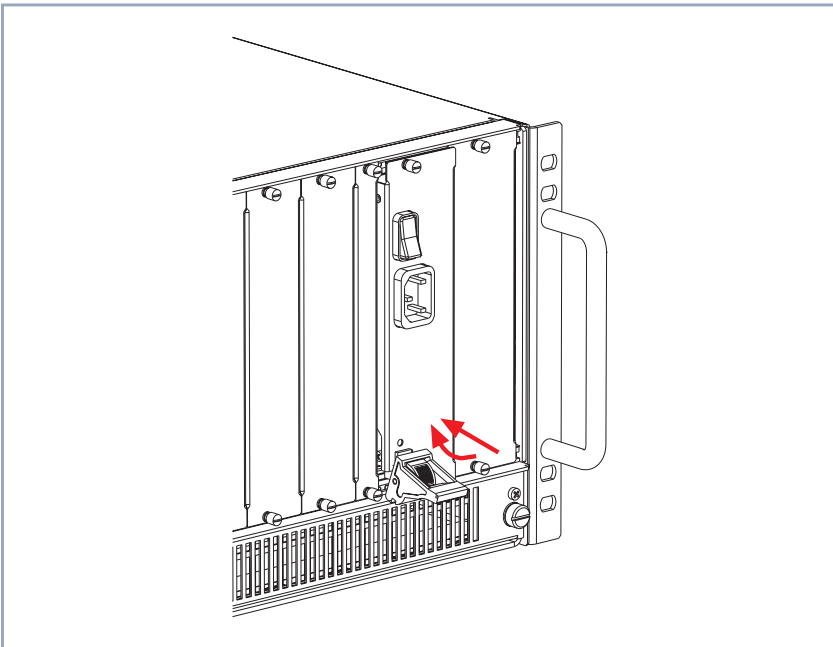

Bild 1-3: X8A-PS befestigen
- Nachdem das Netzteil eingerastet ist, heben Sie den Ein-/Aushebegriff, bis das Netzteil am Gehäuse befestigt ist (siehe Bild 1-3, Seite 10). Sobald das Netzteil korrekt gesteckt ist, schnappt der Schalter des Ein-/Aushebegriffes hoch.